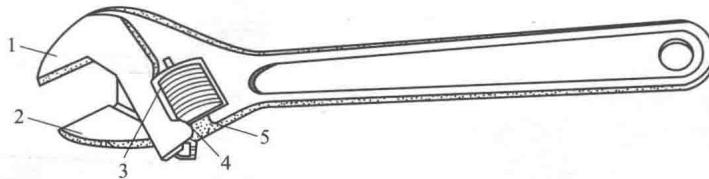

图 1-6 活动扳手
(4) 活动扳手 其开口尺寸能在一定的范围内任意调整，使用场合与开口扳手相同，但活动扳手操作起来不太灵活。如图 1-6 所示，其规格是以最大开口宽度 (mm) 来表示的，常用的有